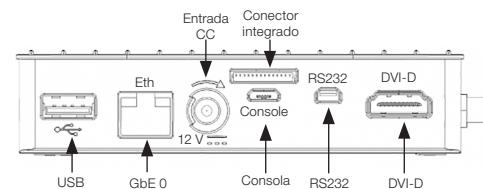

Figura 1.3: Descrição dos conectores traseiros do WCD-ED300
1. Conectar um cabo Ethernet entre o PC e a porta Ethernet marcada como "GbE 0", a qual está localizada ao lado do conector da fonte de alimentação (Figura 1.3).